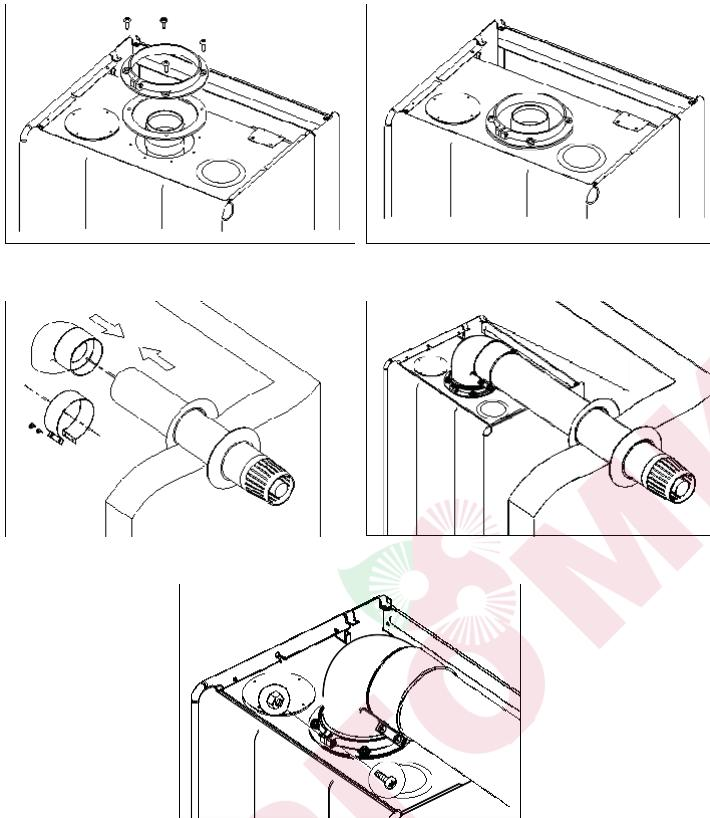

Рис. 9
- Используя уплотнитель фланца, закрепите винтами соединительный фланец дымохода в отверстиях на поверхности котла. (Рис. 9а-9б)
- Для компоновки терминала выхода дымохода, уплотнитель наружной стены (EPDM), как показано на (Рис. 9с), вставьте в терминал дымохода. После того, как терминал выхода дымохода будет вставлен в заранее сделанное отверстие в наружной стене, установить на терминал дымохода соединительный уплотнитель внутренней стены. К одному концу дымохода вашего котла, на который была установлена соединительная прокладка EPDM, присоединить колено 90°, а другой конец дымохода вставить в терминал выхода дымохода, на соединительную прокладку EPDM установить хомут, слегка прикрутить винты (Рис. 9д). Затем, установить колено 90° на соединительный фланец дымохода и закрепить винтами (Рис. 9е). И наконец, после того, как вы затяните ранее установленные и незакрученные винты на прокладке EPDM, уплотнитель внутренней стены прижмётся к стене и таким образом, будет обеспечена герметичность между дымоходом и стеной.